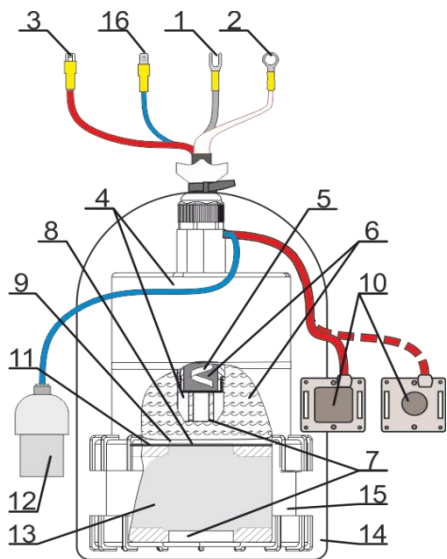

Рисунок 1 – Устройство
4.1 Электрод (рис.1) состоит из электролитической камеры (4), заполненной электролитом (6), и бентонитовой камеры (15), заполненной бентонитовым гелем (13), второго ключа, состоящего из медного элемента (5) соединенного проводником с наконечником (1), электролита (6) и диафрагмы (7), заключенных в пластиковый корпус (4). Вспомогательный электрод (10), расположен на боковой поверхности электрода поверх матерчатого мешка, соединен проводником с наконечником (3). Изолированная часть вспомогательного электрода обращена к мешку. Провода заключены в экранирующую оплетку, соединенную с наконечником (2). Между камерами установлены стабилизирующая шайба (9), с ионообменной мембраной (8). Герметичность между камерами обеспечивается резиновой уплотнительной прокладкой (11).